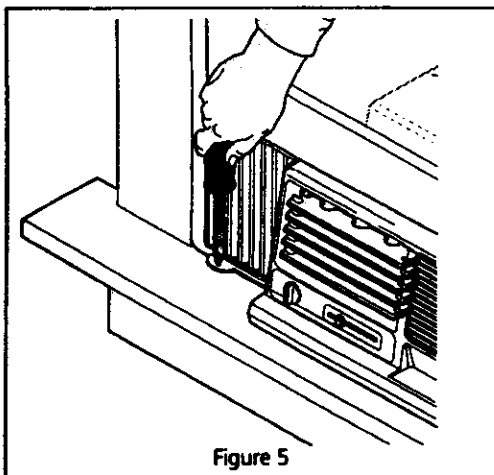

Figure 5
7. Enfoncez des vis de blocage de 19 mm (3/4 po) dans les trous du boîtier et à travers le rebord de la fenêtre (Figure 5). **Note** : pour éviter que le rebord de la fenêtre s'écaille, percez un avant-trou de 3 mm (1/8 po) avant d'enfoncer les vis.